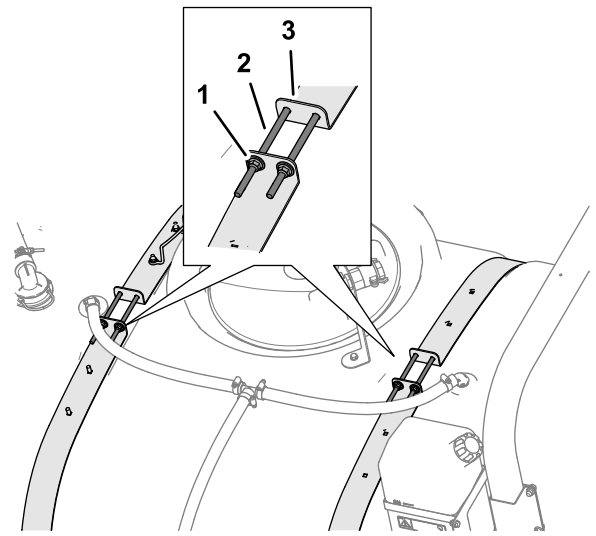

图 7
1. 松开固定两半冲洗水箱箍带的 4 个凸缘锁紧螺母和 4 个螺栓图 7。
- 拧紧箍带顶部的 4 个凸缘锁紧螺母和 4 个螺栓直到箍带与药缸表面齐平 图 7。